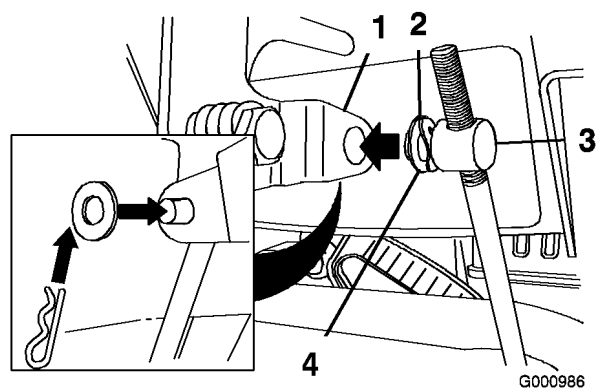

Figura 6
3. Togliete la coppia a forcina e la rondella esterna dal barilotto sul lato superiore dell'asta di comando della velocità (Figura 6).
Nota: Per agevolare il montaggio, lasciate la rondella ondulata e la rondella piana sul barilotto (Figura 6).
6. Sollevare l'asta di comando della velocità ed inserire il barilotto nel foro della leva di selezione della velocità (Figura 6).